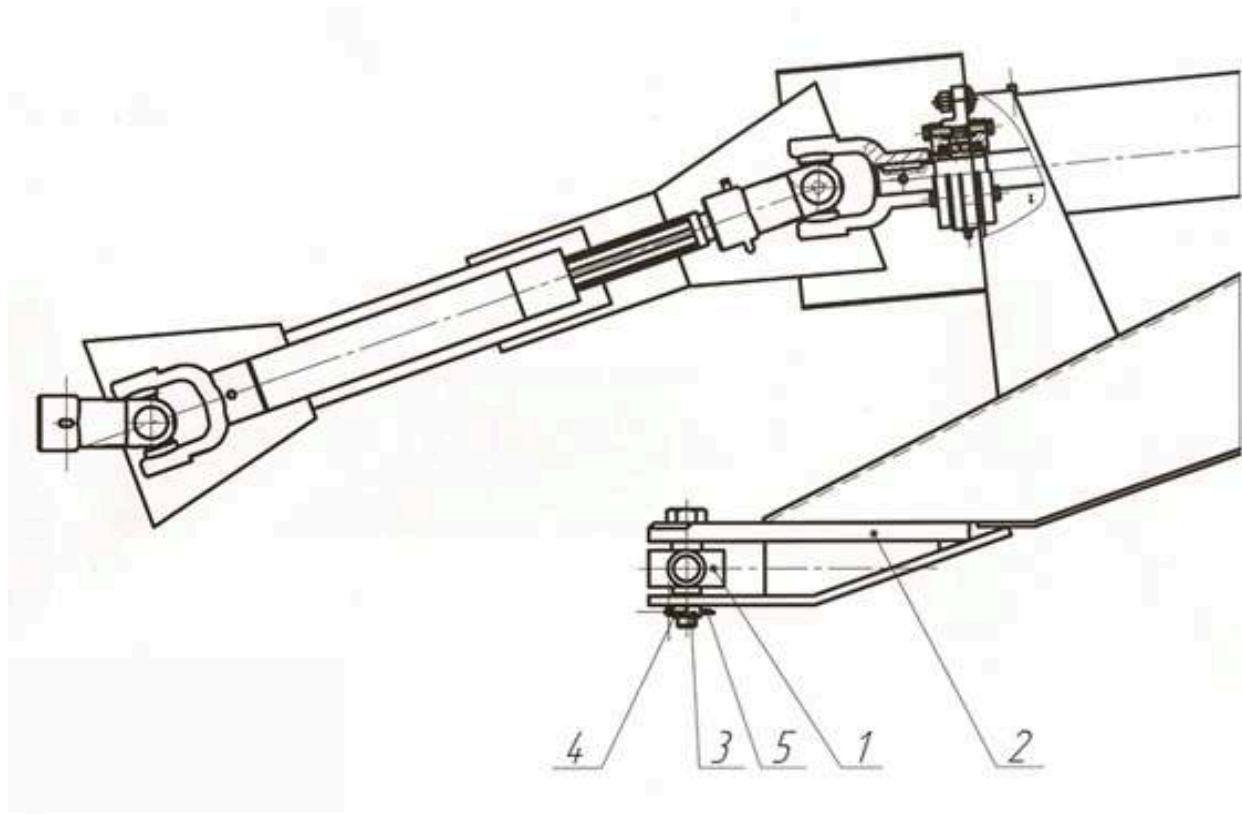

Рис. 2 Установка поперечной балки
6.4.2. Соединить с продольными тягами и закрепить стопорами поперечную балку навески (рис. 2.)
6.4.3. Плавно сдать трактором назад и совместить отверстия в поперечной балке 1 и прицепной серьге 2 (рис. 2), затем навернуть гайку 4 и зафиксировать шплинтом 5.